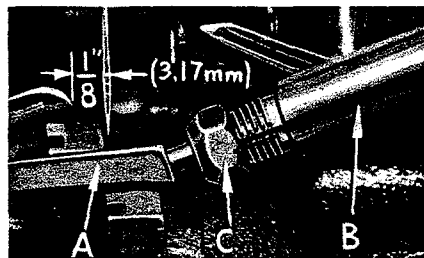

Fig. 5
Bei allen in diesem Katalog angeführten Maschinen, führe den Untergreifer (A, Fig. 5) in die Bohrung der Stange (B) ein. Bei linksseitiger Endstellung des Greifers stelle die Greiferspitze mit einem Abstand von $1\frac{1}{8}" = 3,2 \text{ mm}$ zur Nadelmittle ein, wobei die Greiferlehre Teil Nr. 21225- $1\frac{1}{8}$ benutzt werden kann. Die Nadel darf vom Untergreifer nicht weggedrückt werden. Ziehe Mutter (C) fest an.
On all of the Styles covered in this catalog insert lower looper (A, Fig. 5) into bar (B). With lower looper at left end of its stroke, set looper point $1\frac{1}{8}" = 3,2 \text{ mm}$ from center of needle (Fig. 5), using looper gauge No. 21225- $1\frac{1}{8}$. Do not have lower looper deflecting needle. Tighten nut (C).